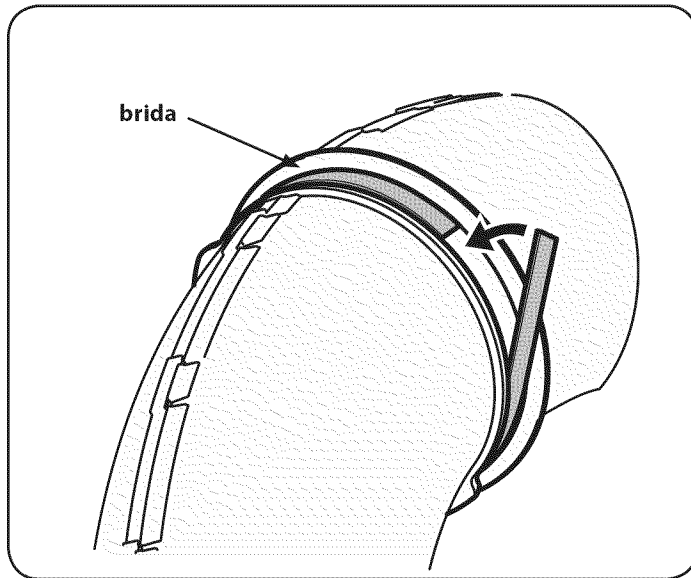

Figure 39
1. Pelar el respaldo fuera de la franja de espuma auto-adhesivo (721-04388) que ha sido incluida con el colector de césped. Aplique a la tolva superior, a ras con la brida como se muestra en la Figure 39.